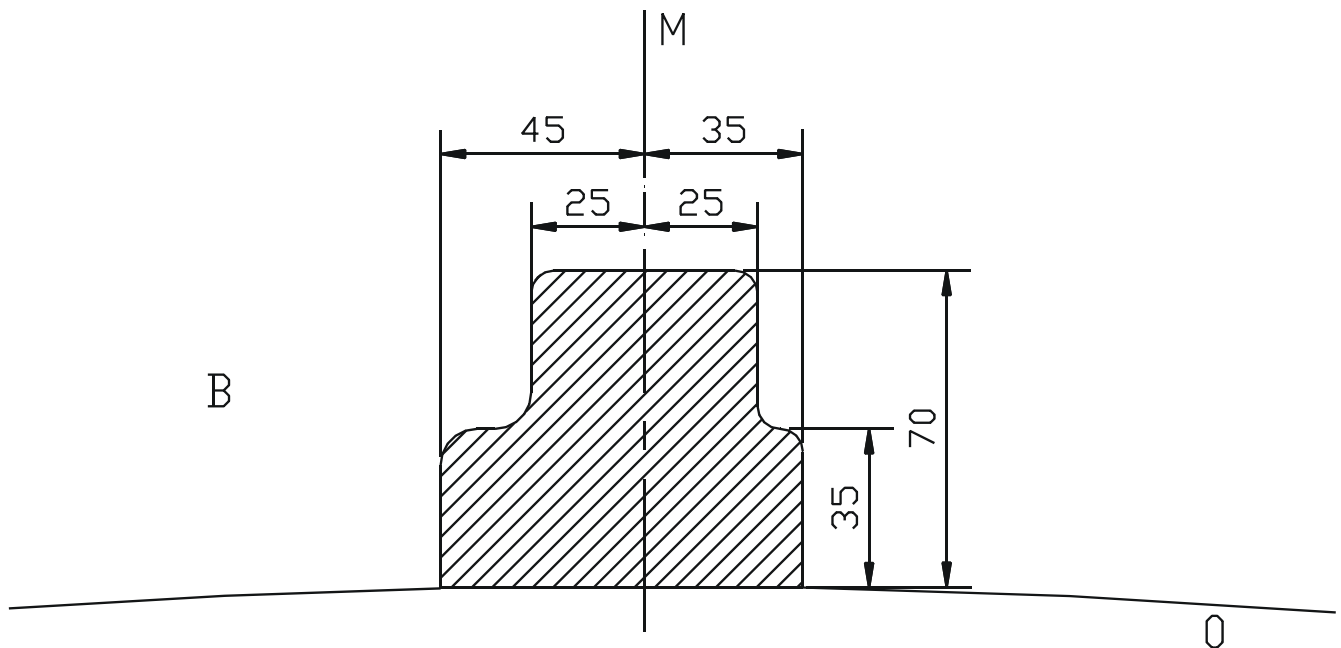

Fig. 1
- 2) Placer les plaques (3) à gauche et (4) à droite par les trous libérés derrière du véhicule de sorte que les points (A), (B) et (C) s'adaptent aux forages prévus du côté inférieur et extérieur de la poutre du châssis. Placer les plaques de montage (1) à gauche et (2) à droite avec (A) contre le côté inférieur et (B) et (C) contre l'extérieur de la poutre du châssis sur les forages prévus, insérer les boulons et les rondelles sans serrer.
- 3) Placer l'attelage avec les points (D) entre les deux plaques de montage et insérer les boulons, bien visser le tout (cfr. tension).
- 5) Faire une découpe du côté inférieur du pare-chocs selon figure 1, remonter le pare-chocs sur le véhicule.
- 2) Place plates (3) at the left and (4) at the right through the liberated openings at the back of the vehicle so that points (A), (B) and (C) match the provided drillings in the underside and outside of the chassis beam. Place mounting plates (1) at the left and (2) at the right with (A) against the underside and (B) and (C) against the outside of the chassis beam on the provided drillings, insert the bolts and the washers without tightening.
- 3) Place the tow bar with points (D) between both mounting plates and insert the bolts, tighten all bolts firmly on (see tension).
- 5) Make an incision in the underside of the bumper according to figure 1., re-assemble the bumper on the vehicle.